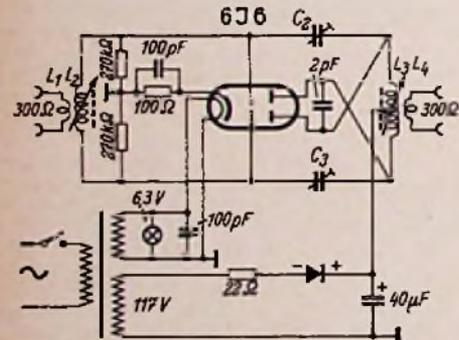

Bild 1. Schaltung eines einfachen Fernseh-Antennenverstärkers
M. C. Entee beschreibt einen leicht zu bauenden, einfachen Antennenverstärker, der zum Anschluß an  $300\text{-}\Omega$ -Kabel angepaßt und ursprünglich für den Fernsehkanal 13 (210 bis  $216 \text{ MHz}$ ) dimensioniert ist. In der Schaltung (Bild 1) sind  $C_2$  und  $C_3$  Neutralisationskondensatoren, die folgendermaßen hergestellt werden: Um den  $16 \text{ mm}$  langen rechtwinklig abgebrochenen Schenkel eines blanken Drahtes von